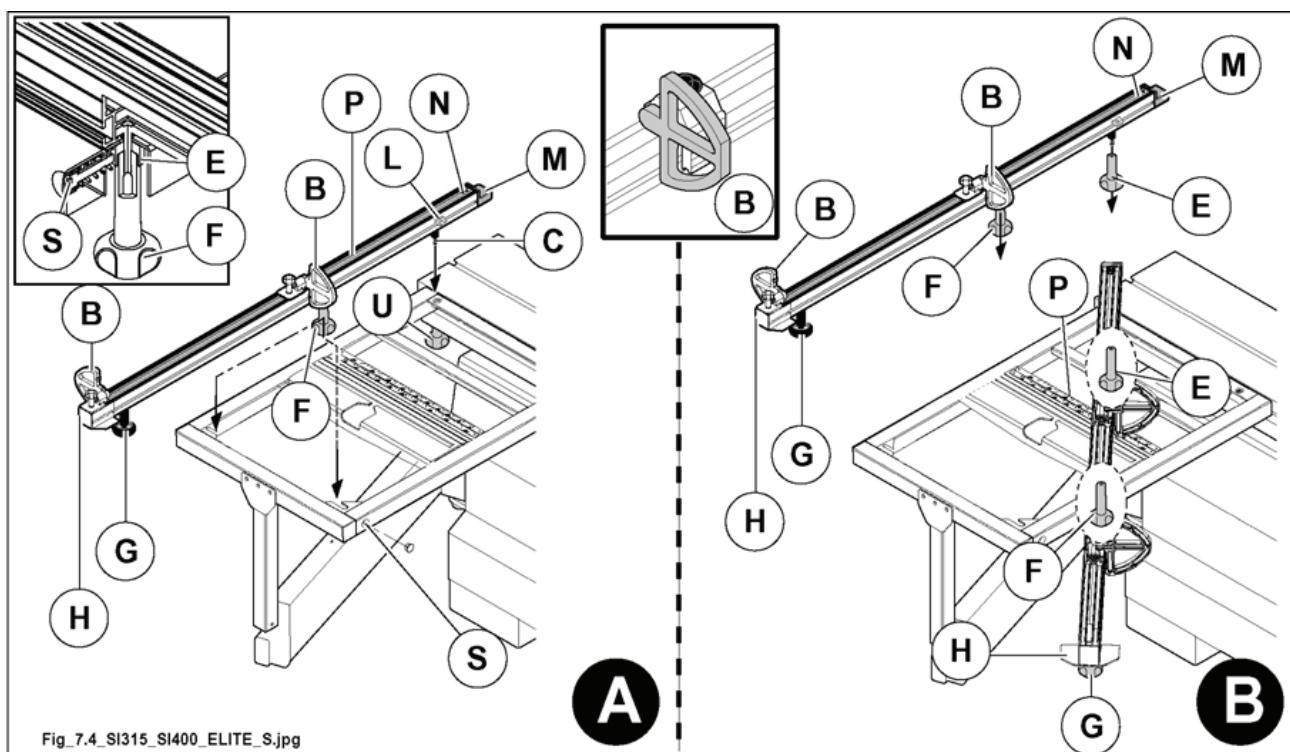

Рис. 7.4
Установить телескопическую линейку в такое положение, при котором штырь С (рис. 7.4) упирается в планку L (рис. 7.4). Положение планки L (рис. 7.4) было отрегулировано на заводе-изготовителе. Планка служит для быстрой установки телескопической линейки на требуемое расстояние от пильного диска (но только под углом 90°).
Установить телескопическую линейку в такое положение, при котором штырь Е (рис. 7.4) упирается в приспособление S (рис. 7.4).
Затянуть барабашковые фиксаторы F (рис. 7.4) и U (рис. 7.4).
- Установить телескопическую линейку в такое положение, при котором штырь С (рис. 7.4) упирается в планку L (рис. 7.4). Положение планки L (рис. 7.4) было отрегулировано на заводе-изготовителе. Планка служит для быстрой установки телескопической линейки на требуемое расстояние от пильного диска (но только под углом 90°).
- Установить телескопическую линейку в такое положение, при котором штырь Е (рис. 7.4) упирается в приспособление S (рис. 7.4).
- Затянуть барабашковые фиксаторы F (рис. 7.4) и U (рис. 7.4).
- Для работы установить упоры В (рис. 7.4) по метрической линейке Р (рис. 7.4).
- Для использования линейки установить ее в соответствии с указаниями таблички Р (рис. 7.4) и затянуть ручки F (рис. 7.4) и Е (рис. 7.4).
Линейка оснащена съемным удлинительным элементом Н (рис. 7.4). При необходимости удлинения линейки ослабить ручку G (рис. 7.4).
При износе противоскользящей пластины М (рис. 7.4) открутить винт N (рис. 7.4) и сдвинуть ее к диску основной пилы.
Телескопическая линейка поставляется с упорами В (рис. 7.4). Простым переворотом упоров можно работать линейкой, находящейся спереди или сзади заготовки.